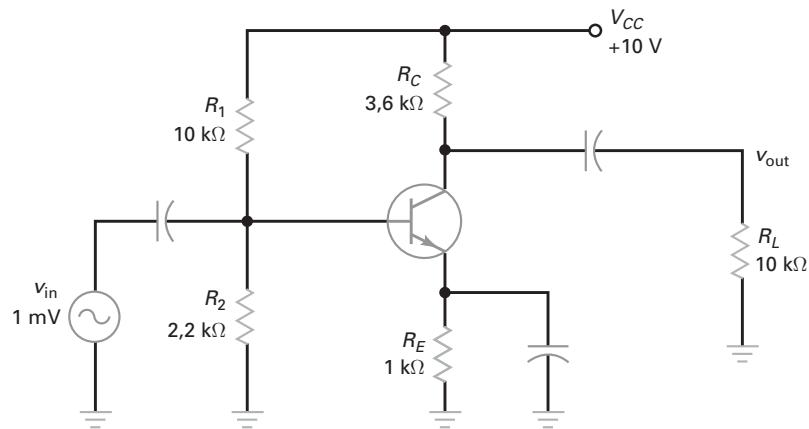

Figura 8-34
- 8-23** **MultiSim** Se a resistência da fonte de tensão CA na Figura 8-34 dobrar de valor. Qual será o valor da tensão na saída?
8-24 **MultiSim** Se a resistência da carga for reduzida para a metade na Figura 8-34, qual será o valor do ganho de tensão na saída?
8-25 **MultiSim** A tensão de alimentação na Figura 8-34 aumenta para +15 V. Qual é a tensão na saída?
8-38 Todas as resistências foram dobradas na Figura 8-34. Qual é o ganho de tensão?